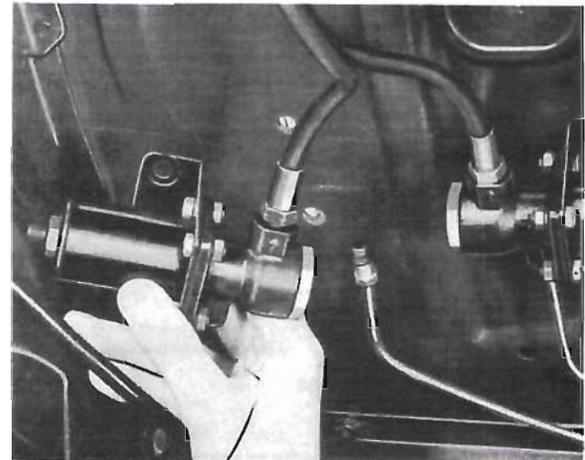
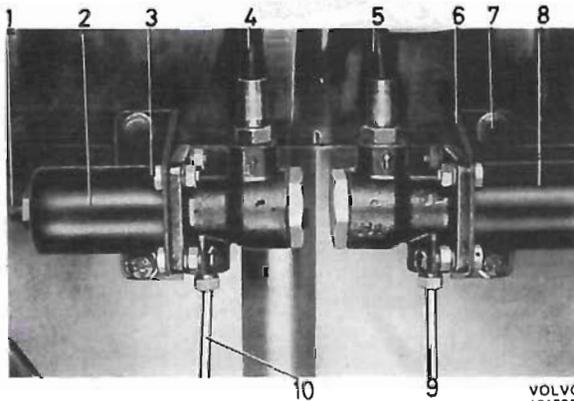

Abb. 64 Ausbau des Bremskraftreglers
Abb. 63 Bremskraftregler eingebaut
Bremsrohranschluß (10, Abb. 63) lösen und abdichten. Bremssschlauch (4) höchstens um 1/4 Drehung lockern. Befestigungsschrauben entfernen und den Regler vom Bremssschlauch abschrauben, siehe Abb. 64.
Bremskraftregler am Bremsschlauch festschrauben (Abb. 64) und an der Einbaustelle anbringen. Nachprüfen, daß der Bremsschlauch nicht verspannt ist. Befestigungsschrauben einbauen und die Bremsrohrleitung anschließen. Anschlüsse festziehen. Bremsanlage entlüften.
Die Stellschraube (1, Abb. 63) ist nicht für Nachstellzwecke sondern für den Ausgleich von Differenzen aus der Herstellung vorgesehen. Die bei Erstausrüstung vorgenommene und nachgeprüfte Einstellung genügt normalerweise für die gesamte Lebensdauer des Bremskraftreglers. **Die Stellschraube soll deshalb nicht ohne besonderen Anlaß verstellt werden.**